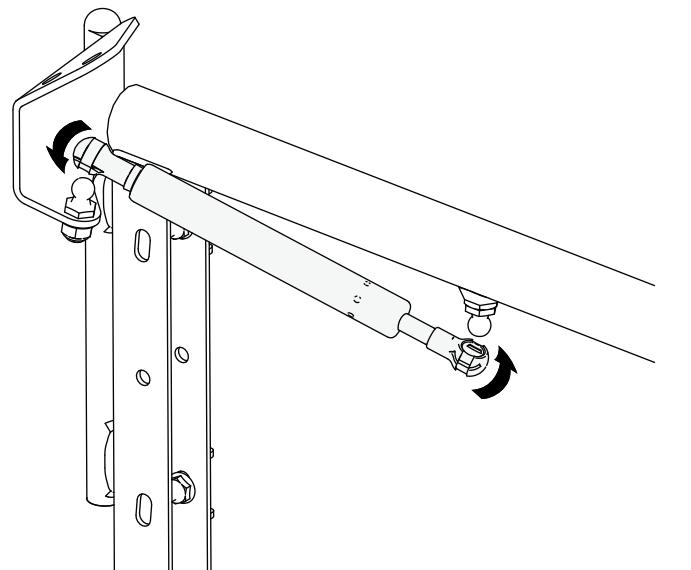

Bild 12
- Bringen Sie eine Gasfeder an den Bolzen an, wie in Bild 12 dargestellt, wobei das feste Ende am oberen Scharnier befestigt wird.